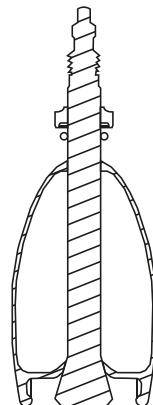

Fig. 1 - A
- Svitare dalla valvola il contradodo (fig. 1 - A), avvitato lungo la filettatura principale della valvola.
- Avvitare nuovamente sulla valvola il contradodo (fig. 1 - A) precedentemente svitato, in modo da fermare in posizione corretta la valvola rispetto al cerchio.